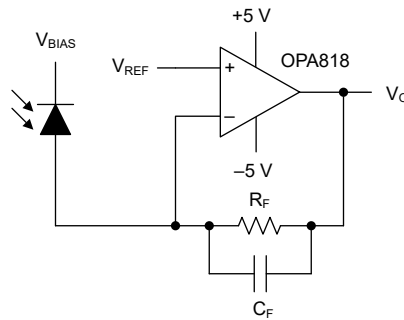

図 8-2. 広帯域かつ低ノイズのトランスインピーダンス アンプ
OPA818 は、GBWP が高く、電圧および電流ノイズが低いため、広帯域の中程度から高トランスインピーダンス ゲインのアプリケーションに最適なアンプです。低電流ノイズの JFET 入力、 $50k\Omega$  以上のトランスインピーダンス ゲインを活用します。標準的なトランスインピーダンス アンプ (TIA) 回路 (図 8-2 も参照) では、ユニティ ゲインで安定しているアンプは必要ありません。低周波数では、TIA のノイズ ゲインは  $0dB$  ( $1V/V$ ) であり、高い周波数では、ノイズ ゲインは合計入力容量 ( $C_{TOT}$ ) と帰還容量 ( $C_F$ ) の比によって設定されます。TIA の閉ループ帯域幅を最大化するため、帰還容量は通常、合計入力容量よりも小さくなります。この構成では、合計入力容量と帰還容量の比率が 1 より大きくなり、最終的に高い周波数での TIA のノイズ ゲインになります。ブログシリーズ『トランスインピーダンス アンプについて知っておくべきこと - 第 1 部』および『トランスインピーダンス アンプについて知っておくべきこと - 第 2 部』に、TIA 補償手法に関する詳細な説明が記載されています。
OPA818 は GBWP が高く、入力電圧ノイズと電流ノイズが低く、入力容量が小さいため、広帯域、低ノイズのトランスインピーダンス アプリケーションに最適化されています。高電圧対応能力により、電源電圧の柔軟性が向上し、出力電圧スイングが拡大します。図 8-2 に、代表的なフォトダイオード アンプ回路の回路例を示します。一般的に、TIA アプリケーションではフォトダイオードが逆バイアスされるため、図 8-2 の回路におけるフォトダイオード電流がオペアンプの帰還ループに流れ込み、フォトダイオード電流が増加するにつれて  $V_{REF}$  から出力電圧が減少するという結果になります。このタイプの構成では、アプリケーションの要求に応じて、 $V_{REF}$  を  $V_{S+}$  の近くにバイアスして、目的の出力スイングを実現できます。 $V_{REF}$  バイアスを使用するときは、同相入力範囲の要件に非準拠とならないようにしてください。
3. **外付け部品を慎重に選択および配置することで、OPA818 の高周波性能が維持されます。**リアクタンスの小さい抵抗を使用します。最もよく機能するのは表面実装抵抗で、レイアウト全体をより厳密にすることができます。金属皮膜と炭素化合物を使ったアキシアル リード型抵抗を使うと、優れた高周波性能も実現できます。繰り返しになりますが、リードと PCB パターンの長さをできるだけ短くします。高周波アプリケーションでは、巻線抵抗を使用しないでください。出力ピンと反転入力ピンは寄生容量の影響を最も受けやすいので、帰還抵抗と直列出力抵抗 (ある場合) は、それぞれ反転入力ピンと出力ピンにできるだけ近づけて配置します。非反転入力終端抵抗といった他のネットワーク部品は、パッケージの近くに配置します。外部抵抗をシャントする寄生容量が少ない場合も、抵抗の値が過度に大きいと、時定数が大きくなり、性能が低下する可能性があります。OPA818 が従来型の電圧アンプとして構成されている場合、抵抗値は可能な限り低くし、負荷駆動に関する考慮事項と一致するようにしてください。抵抗値を小さくすると、寄生容量の影響が最小化され、抵抗のノイズ項は小さくなります。しかし、帰還回路 (非反転構成の場合は  $R_F + R_G$ 、反転構成の場合は  $R_F$ ) がアンプへの負荷として機能するため、抵抗値が小さいと動的消費電力と出力段の実効負荷が増加します。トランスインピーダンス アプリケーション (図 8-2 を参照) では、アプリケーションの必要性に応じて帰還抵抗を使用します。しかし、帰還補償コンデンサは反転ノード上のすべての寄生容量項を考慮して設定します。